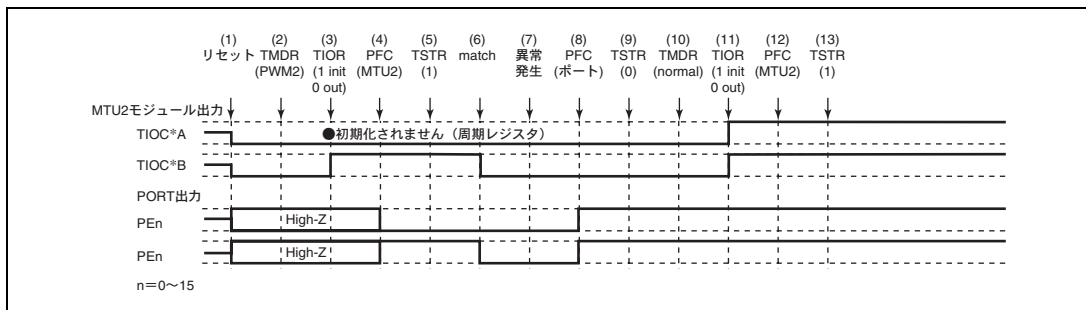

図 10.150 PWM モード 2 で異常が発生し、ノーマルモードで復帰する場合
PWM モード 2 で異常が発生し、再設定後ノーマルモードで再スタートする場合の説明図を図 10.150 に示します。
- (1) ~ (9) は図 10.150 と共通です。
- (10) PWM モード 1 を設定します。
- (11) TIOR で端子を初期化してください (PWM モード 1 では TIOC*B 側は初期化されません)。
- (12) PFC で MTU2 出力としてください。
- (13) TSTR で再スタートします。
(1) ~ (9) は図 10.150 と共通です。
(10) PWM モード 2 で再スタートする場合には必要ありません。
(11) TIOR で端子を初期化してください (PWM モード 2 では周期レジスタの端子は初期化されません)。
(12) PFC で MTU2 出力としてください。
(13) TSTR で再スタートします。
(16) PWM モード 2 で動作中に異常が発生し、位相計数モードで再起動する場合の動作
- (10) 位相計数モードを設定します。
- (11) TIOR で端子を初期化してください。
- (13) TSTR で再起動します。